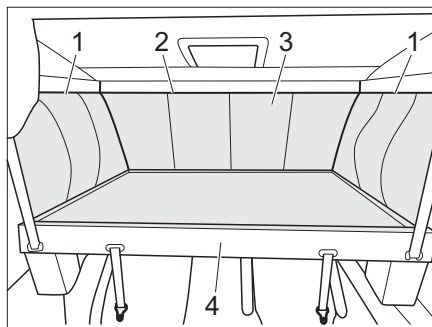

Bild 83 Åtkomst till rullgardinskassetten
- Sänk den höjbara sängen (Bild 83,4) (se kapitel 7.16.3).
- För att lossa överdraget till den höjbara sängen (Bild 83,3) ska du dra upp sidodragkedjorna (Bild 83,1) i det övre området från framsidan till baksidan liksom det främre området (Bild 83,2).
- Dra av överdraget (Bild 83,3) (kardborrfäste).